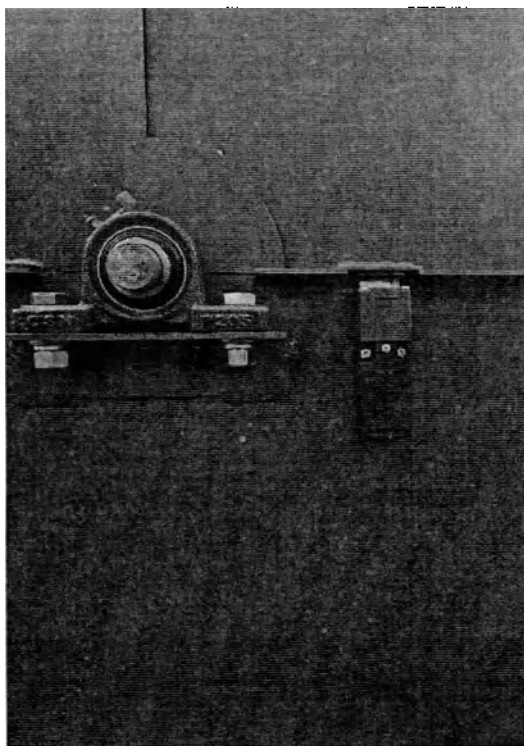

Рисунок 50 – Средство защиты от человеческого фактора
Защита от человеческого фактора (рисунок 50) осуществляется за счёт концевого механизма, установленного на крышке загрузочного бака. При открытии крышки во время работы загорается индикатор (3), после чего шредер отключается. Чтобы сбросить аварийную ситуацию, необходимо закрыть крышку и нажать кнопку стоп (8).